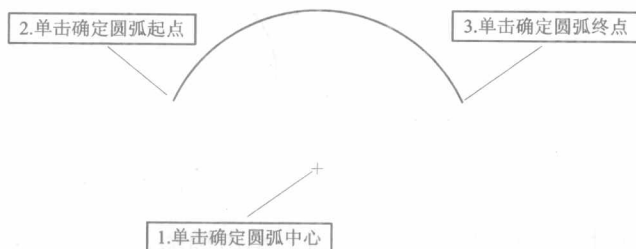

图 2-11 草绘中心点圆弧
(3) 中心点圆弧：单击草绘中心点圆弧图标 ，先单击草绘圆弧中心，随着鼠标的移动，系统将显示出中心线圆以帮助确定圆弧半径，然后分别单击圆弧起点和终点，如图 2-11 所示。